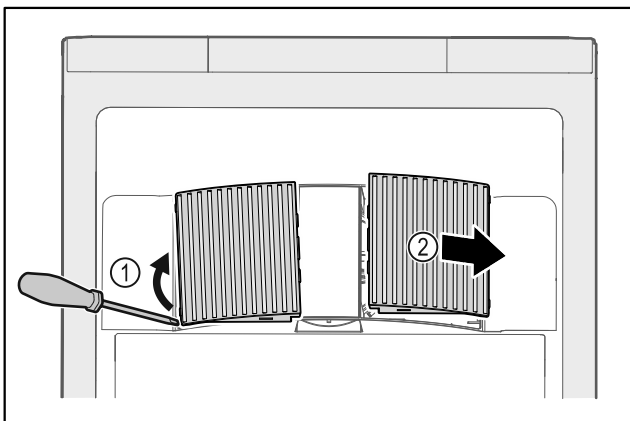

Fig. 201
- ▶ Ventilatorabdeckungen vorsichtig von der Seite heraushebeln Fig. 201 (1) und nach vorne abnehmen Fig. 201 (2).